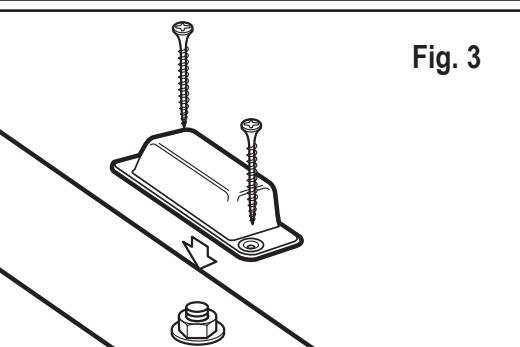

Fig. 3
5. Taladre cuatro huecos de 5/16" en la parte de arriba de la tabla y cuatro huecos de 3/8" en la parte de abajo de la tabla como se indica en Fig. 2. **NOTE:** Perfore desde la parte de abajo de la tabla de 2" x 4" hacia la parte de arriba. Inserte los pernos de ojo de la red de carga (Cargo Net) a través de los huecos en la tabla de arriba y sujetelos todos usando, arandelas y una tuerca de traba (véase Fig. 3). **NOTE:** Usando una sierra de metal, quite las roscas de exceso en el perno de ojo lo más cerca que se pueda de la tuerca de traba.
6. Ponga las tapas de los pernos sobre los pernos como se indica en Fig. 3. Sujete las tapas los pernos usando tornillos de 2".